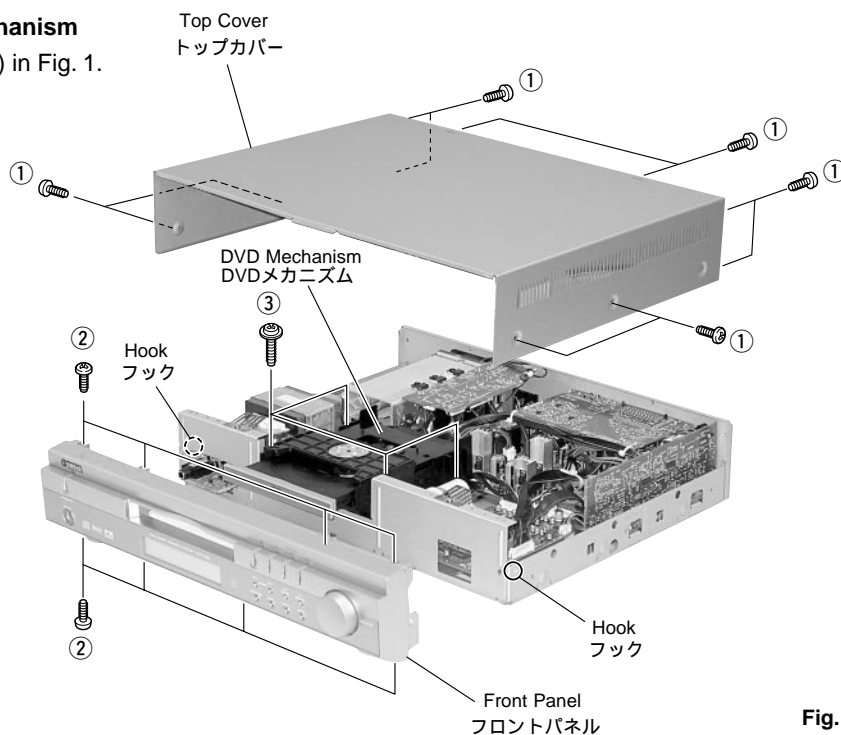

Fig. 1
- a. Remove 10 screws (①) in Fig. 1.
- a. ①のネジ10本を外します。(Fig. 1)
- b. Remove the Lid in Fig. 1.
- a. Remove 8 screws (②) in Fig. 1.
- a. ②のネジ8本を外します。(Fig. 1)
- b. フック2ヶ所を外し、フロントパネルを前方に外します。(Fig. 1)
Remove 4 screws (③) in Fig. 1.
- ③のネジ4本を外します。(Fig. 1)